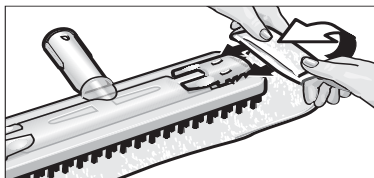

Fig. 3 : fixation de la serpillière
- Fixez la serpillière (G3) sur la buse pour sol (G1). Pliez pour ce faire la serpillière dans le sens de la longueur et posez la buse pour sol dessus. Tirez l'une après l'autre les extrémités dépassant de la serpillière sous les agrafes de retenue (G2) (voir fig. 3).